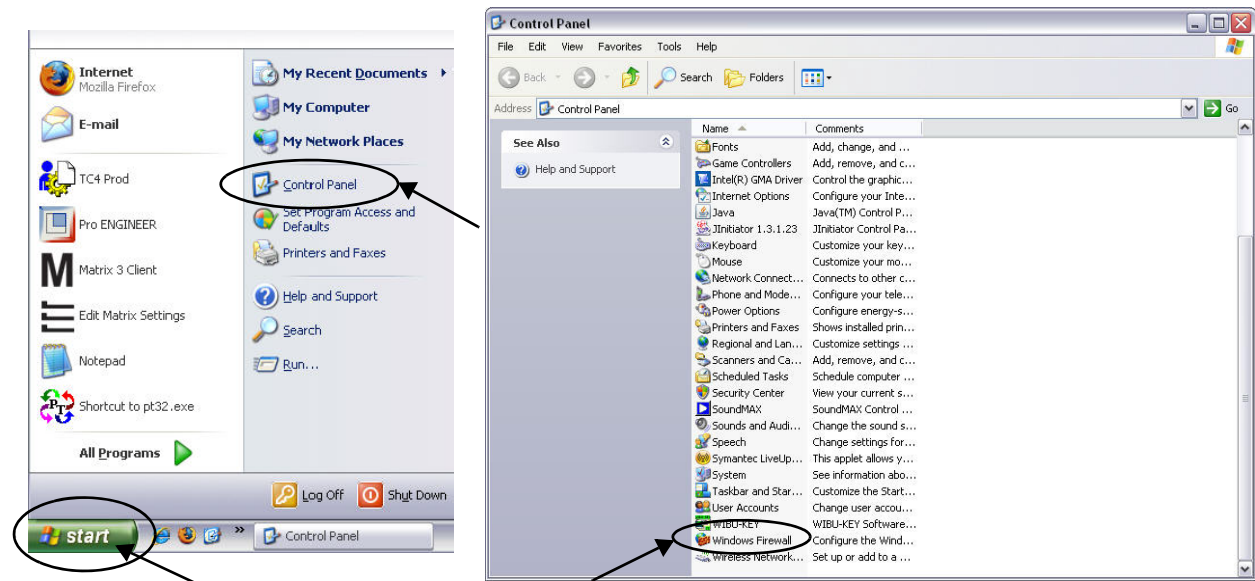

FIG. 24
1. Pour lancer l'éditeur, cliquez sur Start/All Programs/Windows Firewall (FIG. 24).